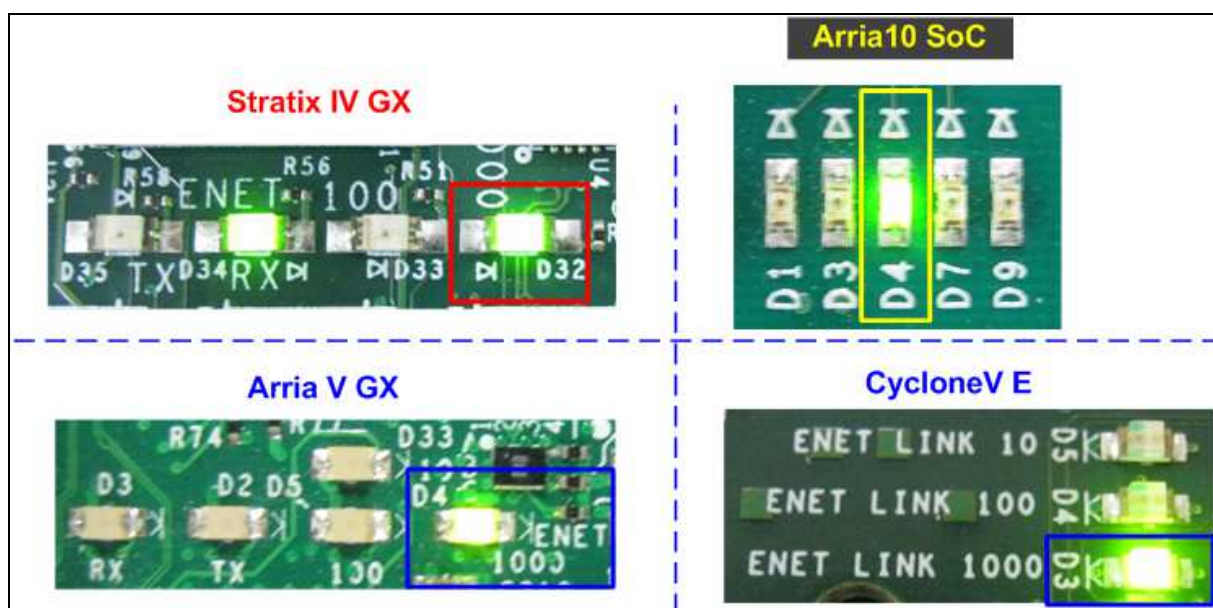

図 4-2: Ethernet1000 LED 状態
- **PHY チップの 1Gbps リンク状態 LED が図 4-2 のように ON となっていることを確認してください**